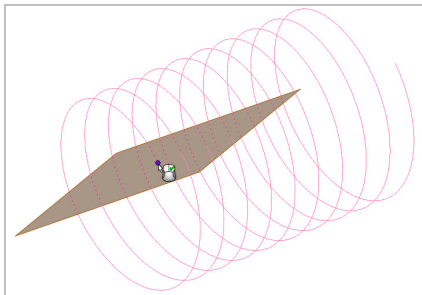

图 4-14 选择合适的对象
(2) 在【特征】选项卡中，单击【参考几何体】右侧的下拉按钮，在弹出的下拉列表中，单击【基准面】按钮, 弹出【基准面】属性管理器，依次选择螺旋线和左侧的端点，如图 4-14 所示。